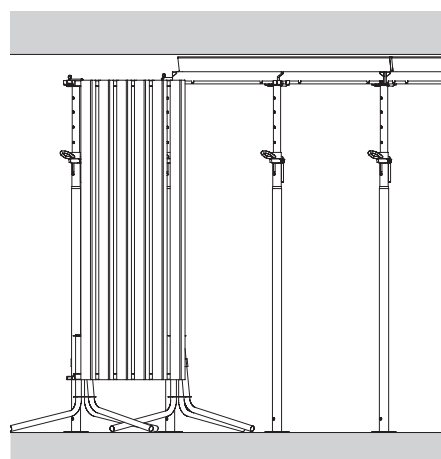

Fig. A10.02
4. Rimuovere i pannelli di cassaforma uno alla volta. (Fig. A10.02)